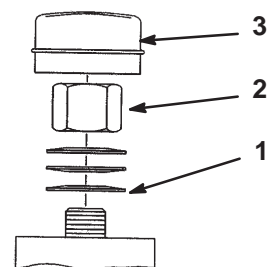

Figure 49
2. Retirez le capuchon anti-poussière de la roue et serrez le contre-écrou (Fig. 49).
3. Continuez de le serrer jusqu'à ce que les rondelles élastiques soient aplaties, puis desserrez-le de 1/4 de tour pour obtenir la précharge correcte des roulements (Fig. 49).
Important Veillez à installer les rondelles comme illustré à la Figure 49.